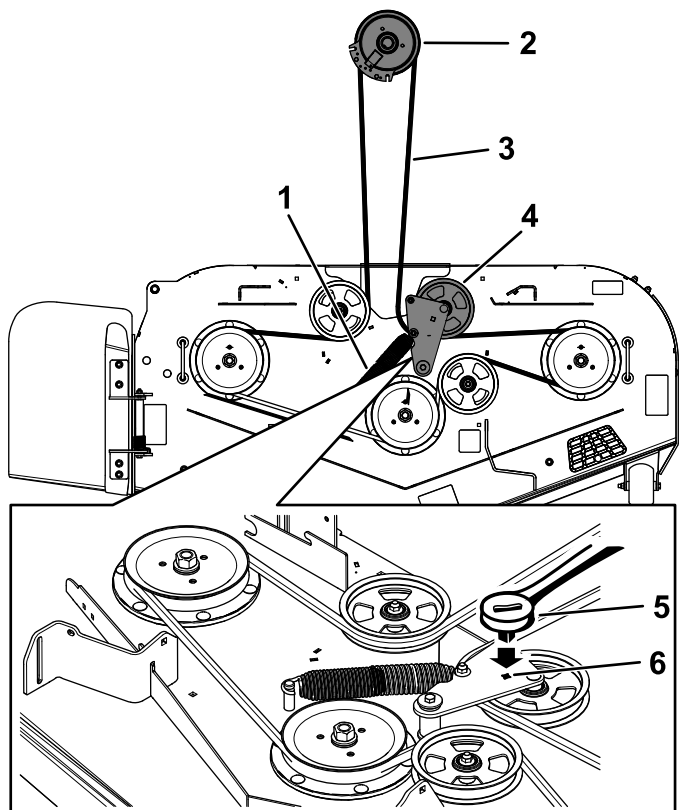

Figure 66
5. Insérez un rochet de $\frac{3}{8}$ pouce dans le trou carré du bras de la poulie de tension pour détendre le ressort de la poulie de tension (Figure 66).
7. Enlevez le guide-courroie situé sur le bras de la poulie de tension rappelé par ressort (Figure 66).
9. Acheminez la courroie neuve autour des poulies du tablier de coupe et de la poulie d'embrayage, sous le moteur (Figure 66).
10. Montez le guide-courroie sur le bras de la poulie tension (Figure 66).
11. Insérez le rochet de $\frac{3}{8}$ pouce dans le trou carré et installez le ressort de la poulie de tension (Figure 66).